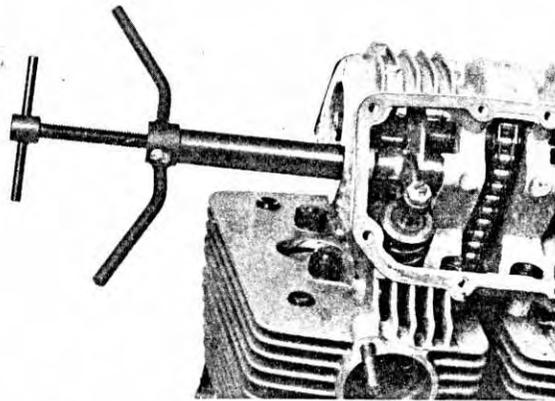

Fig. 31
- Sfilare i perni dei bilancieri mediante l'apposito estrattore (attrezzo speciale n. 88713.0120) (fig. 31). Per effettuare l'estrazione, ruotare l'albero motore in modo da sfilare il perno quando il bilanciere è "libero" e non quando esso viene spinto dalla camma. Fare bene attenzione a rimettere ogni bilanciere sul proprio perno e con le proprie rondelle di rasamento. Tenere separati i quattro bilancieri in modo che ognuno di essi possa, a rimontaggio compiuto, tornare nella propria posizione di lavoro originaria.
- Extract rocker spindles by means of Ducati special tool 88713.0120 (fig. 31). To perform this operation the rocker arm must be "free" (valve closed). Be careful to refit each rocker arm on its spindle, together with its washers. Keep rockers, with spindles and washers together in set, so that each part is eventually replaced in its original location.